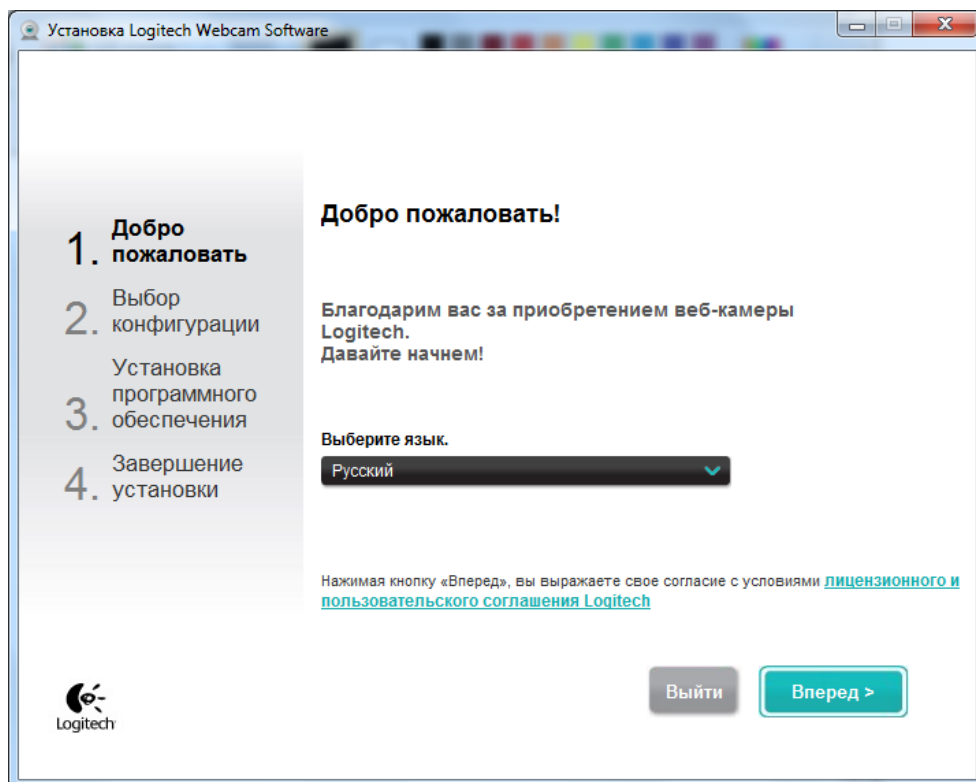

Рис. 3
4. После окончания загрузки запустить установщик. Дождаться появления окна(Рис. 3). После прочтения лицензионного соглашения продолжить установку, нажав «Вперед»